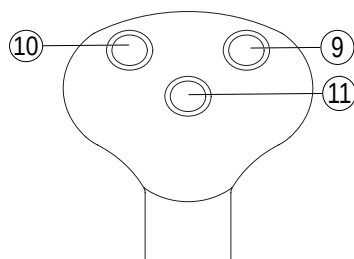

Fig. 49
- 9) Apertura testata ("Fig. 49");
- 10) Chiusura testata ("Fig. 49");
- 11) Flottante ("Fig. 49");
- 9) Head opening ("Fig. 49");
- 10) Head closure ("Fig. 49");
- 11) Floating ("Fig. 49");
- 9) Ouverture de tête ("Fig. 49");
- 10) Fermeture de la tête ("Fig. 49");
- 11) Flottant ("Fig. 49");
- 9) Kopföffnung ("Fig. 49");
- 10) Kopfverschluss ("Fig. 49");
- 11) schwimmend ("Fig. 49");